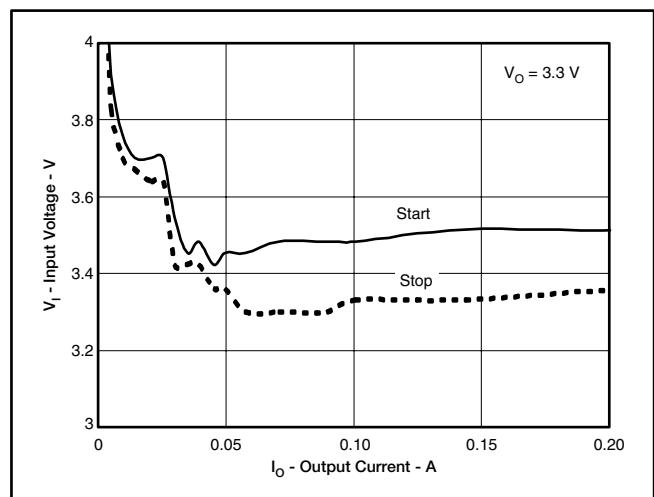
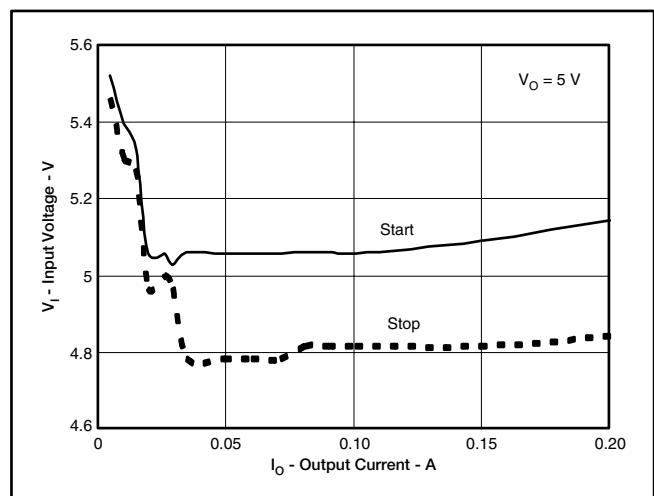

図26. 3.3Vアプリケーションの開始/停止電圧
図27. 5.0Vアプリケーションの開始/停止電圧
3.3Vおよび5VアプリケーションでのVINの開始および停止電圧をそれぞれ図26および図27に示します。電圧は負荷電流に対してプロットされています。開始電圧は、1%以内のレギュレーションに必要な入力電圧として定義されます。停止電圧は、出力が5%低下するかまたはスイッチングが停止するときの入力電圧として定義されます。